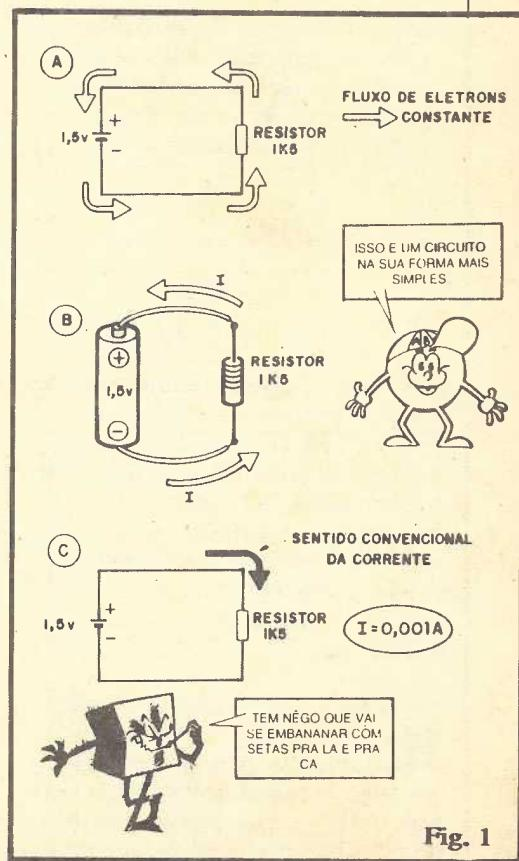

Fig. 1
- **FIG. 1** - Conforme já foi dito, a corrente fornecida por pilhas é chamada de **CONTÍNUA** porque flui **continuamente**, sempre no mesmo sentido. Esse fluxo se mantém enquanto tal fonte (pilhas) tiver energia para fornecer ao circuito e enquanto tal circuito esteja completo ("fechado").
- **1-A** - A palavra "circuito" tem a mesma raiz do termo "circular", e seu significado é óbvio: algo cujo fim retorna ao seu começo, uma coisa "fechada" em si própria (mesmo que sua forma real não seja exatamente circular...). Observando o desenho de um autódromo para corridas de Fórmula 1 é fácil intuir esse conceito: embora nenhum dos autódromos seja perfeitamente circular, todos eles são chamados de "circuito", simplesmente porque seus fins estão emendados com seus **começos**, de modo a permitir aos carros neles circularem indefinidamente, por quantas "voltas" se queira! A fig. 1-A esquematiza a forma mais elementar de um **círculo elétrico**: uma única pilha com seus terminais ligados a um único resistor... O sistema, assim "fechado", permite à corrente (como já vimos na Revista/Aula nº 1, determinada pelas GRANDEZAS, Tensão da pilha e Resistência do resistor...) circular pelo sistema. Há um percurso para o fluxo da corrente...
- **1-B** - O esqueminha da fig. 1-A em "forma real", ou seja, com seus componentes vistos como eles são. Em ambos os casos (1-A e 1-B) o fluxo da corrente está indicado pelas setas (a letra "I", como vimos em Lições anteriores, simboliza a CORRENTE...). Em linguagem simples, uma pilha é capaz de fornecer corrente porque "tem tensão", ou seja: existe uma **diferença de potencial** elétrico entre seus dois polos ou terminais. Seu polo NEGATIVO tem "so-
- 1-C - Pelo que já aprendemos em Lições anteriores, podemos calcular facilmente a CORRENTE no circuito/exemplo da FIG. 1... Lembrando a fórmula básica:
Desde já, contudo (para eliminar futuras dúvidas ou confusões...) é bom esclarecer um ponto: as setas indicativas do sentido em que se dá o fluxo eletrônico (figs. 1-A e 1-B) representam a direção em que "caminham" os elétrons. Entretanto, convencionou-se, há muito tempo, indicar o fluxo da corrente DO POLO POSITIVO PARA O POLO NEGATIVO (ver seta preta na fig. 1-C)! Essa dualidade pode "embalar" um pouco o Leitor/Aluno, nesse início de "Curso", porém logo, logo todos se acostumarão com esse fato, mesmo porque, na própria simbologia adotada universal-
"falta"! Esse fluxo de água (analogia da CORRENTE...) é constante, só parando quando finalmente (ver 2-B) os níveis nos dois recipientes tornarem-se iguais. Nesse momento, embora os vasos continuem interligados pelo cano (o "circuito" continua "fechado"...), NÃO HÁ MAIS FLUXO (ou "corrente" d'água...). Esse arranjo (chamado, em física de "Vasos Comunicantes") ilustra perfeitamente, por comparação e analogia, o comportamento da corrente elétrica, em relação a uma pilha "carregada" ou "descarregada", num circuito fechado (ver fig. 1-A). Basta imaginar o fluxo d'água como sendo o fluxo de elétrons... Quem for um pouco mais atento, poderá fazer outras importantes analogias, no caso, também quanto ao RESISTOR: "cês tão" lembrados da bronca que o QUEIMADINHO deu na primeira Revista/Aula, quando compararam os RESISTORES com "canos d'água...? Pois bem... Voltem lá e verifiquem, comparem (o QUEIMADINHO - para variar - "não estava com nada"...).